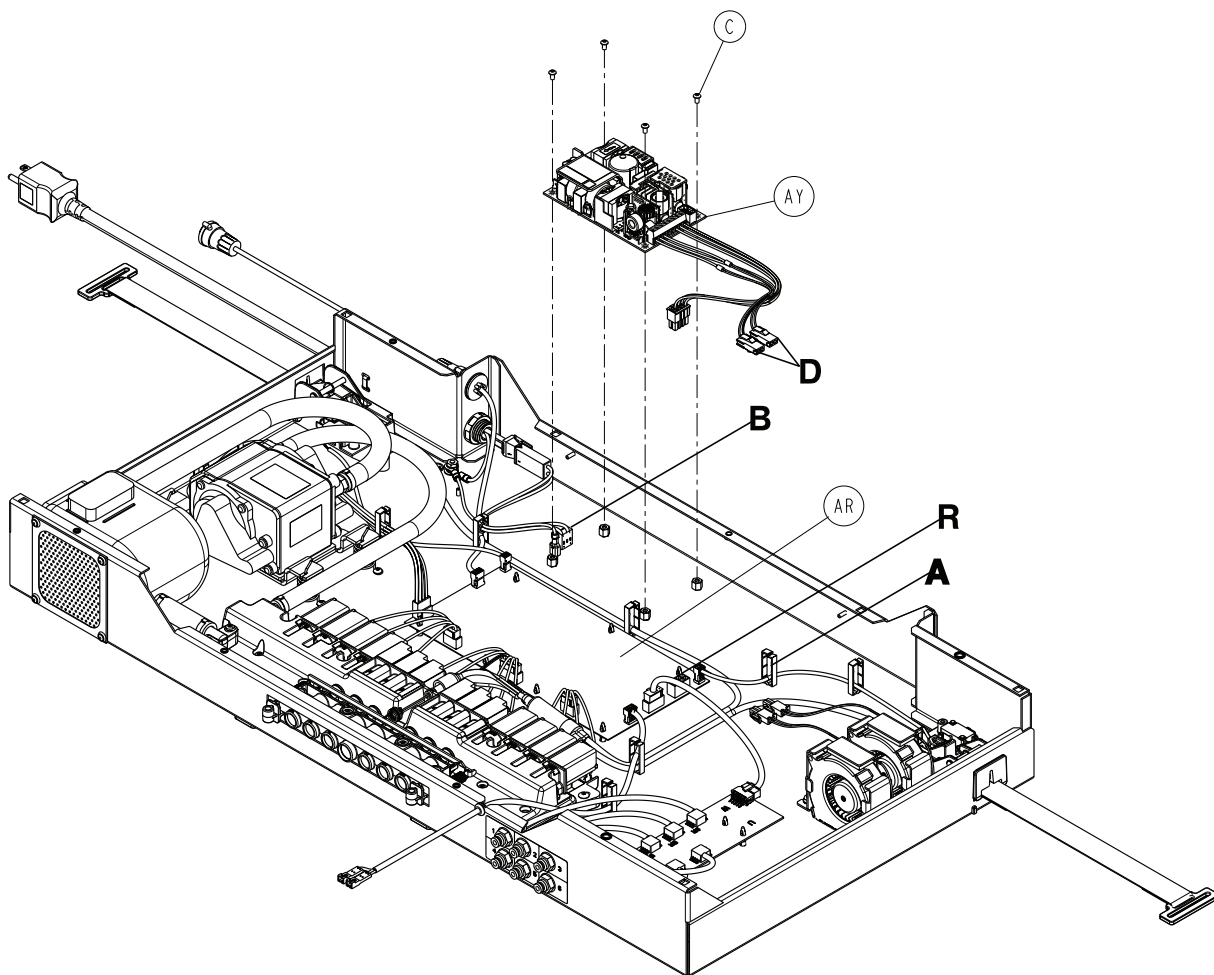

Figure 2-20 : Bloc d'alimentation électrique
3. Retirer les câbles des ventilateurs et d'alimentation CC de l'agrafe de câbles (A).
4. Débrancher le raccord électrique CC de la carte mère (AR) (raccord R) (Figure 2-20 à la page 2-41).
5. Débrancher le raccord électrique CA (B) du bloc d'alimentation électrique (Figure 2-20 à la page 2-41).
6. Débrancher les deux ventilateurs de la boîte côté pieds (D).
8. A l'aide d'une clé T10 Torx, enlever les quatre vis (C) fixant le bloc d'alimentation électrique (AY) sur la boîte côté pieds (Figure 2-20 à la page 2-41). Conserver les vis.
9. Retirer et éliminer le bloc d'alimentation électrique (AY) (Figure 2-20 à la page 2-41).